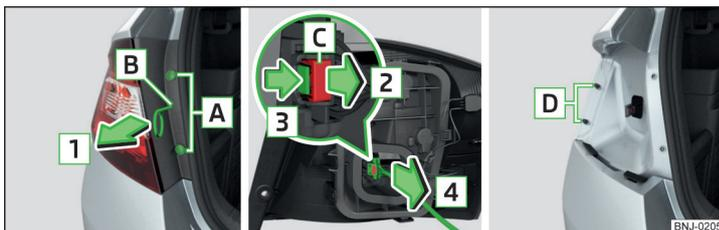
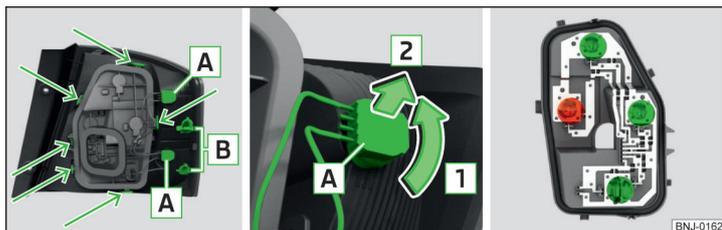

Fig. 218 Desmontar lâmpada / retirar conector
Fig. 219 Parte exterior da lâmpada / retirar lâmpada incandescente / suporte da lâmpada
- Segurar a lâmpada com a mão e retirá-la cuidadosamente no sentido da seta [1] » Fig. 218 do pino [D].
- Fixar o bloqueio no sentido contrário da seta [2] » Fig. 218.
- Encaixar a lâmpada com as aberturas [B] » Fig. 219 na página 179 nos pinos [D] » Fig. 218 na carroçaria.
- › Rodar o suporte com lâmpada incandescente **A** no sentido da seta **1** » Fig. 219.
- › Rodar os suportes com as lâmpadas incandescentes **A** no sentido da seta **1** » Fig. 219.
- › Desbloqueie o suporte de lâmpada nas patilhas de bloqueio marcadas com as setas » Fig. 219 e retire o suporte de lâmpada para fora da luz.